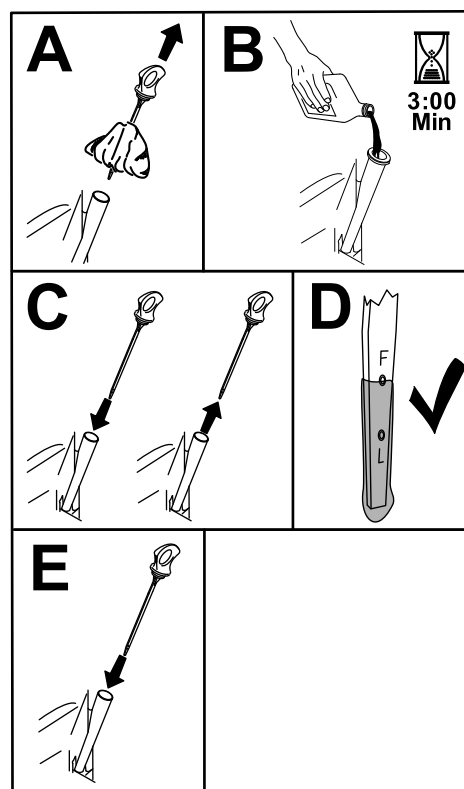

Figura 49
- Turnai încet aproximativ 80% din uleiul specificat în tubul de umplere și adăugai lent ulei suplimentar pentru ca acesta să ajungă la marcajul Complet (Figura 49).